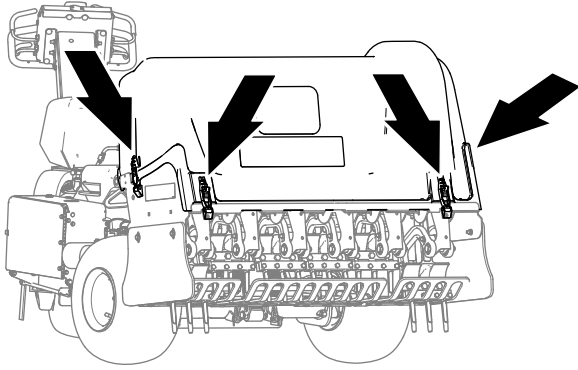
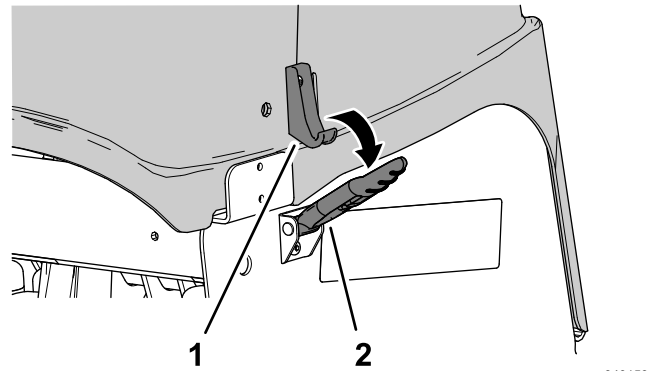

Figura 137
Figura 139
4. Desenganche la cubierta del cabezal de perforación en la ubicación del cierre 4 (Figura 137 y Figura 139).